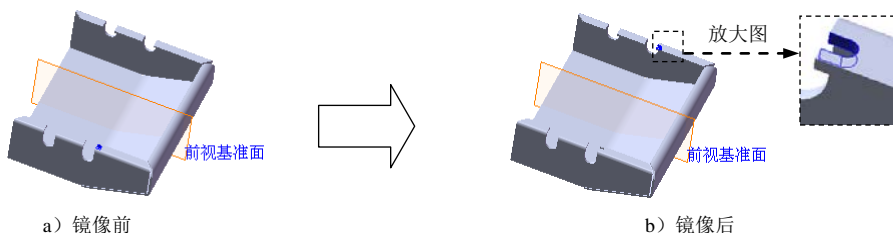

图 9.40 镜像 4
Step16. 创建图 9.40 所示的镜像 4。
(1) 选择命令。选择下拉菜单 **插入(I)** → **阵列/镜向(E)** → **镜向(M)...** 命令。
(2) 定义镜像基准面。选取前视基准面作为镜像基准面。
(3) 定义镜像对象。选择切除—拉伸 3 作为镜像 4 的对象。
(4) 单击 按钮, 完成镜像 4 的创建。